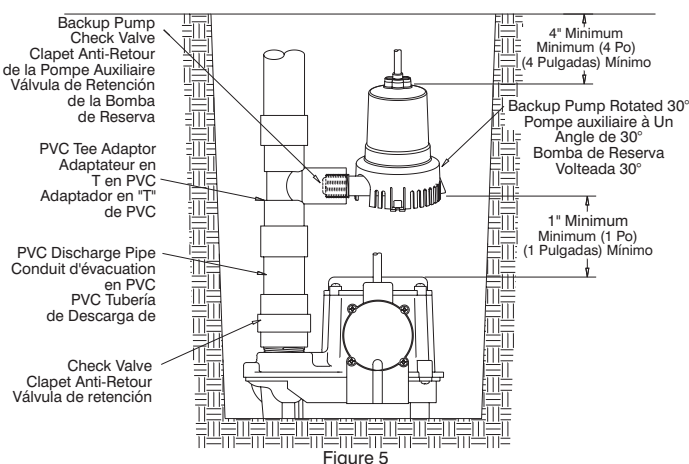

Figure 5
- Insert the tee adapter with the connected backup pump into the discharge pipe and attach with cement. See Figure 5.
- Insérer l'adaptateur en T avec la pompe auxiliaire qui lui est reliée dans le conduit d'évacuation et fixer avec du ciment. Voir la Figure 5.